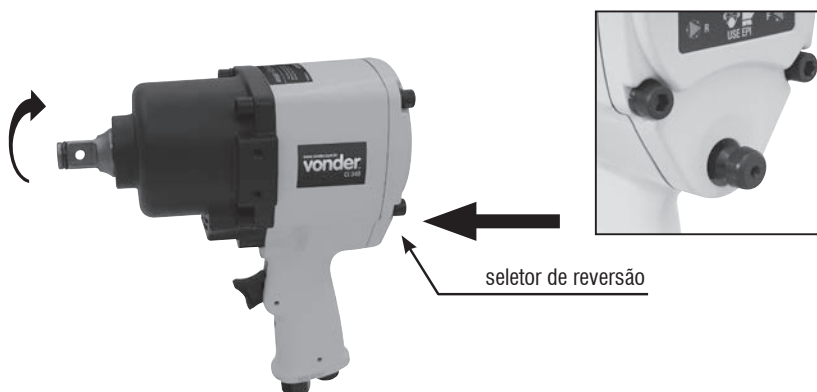

Fig. 5 – Alavanca de reversão
- Para rotação sentido horário (direita) empurre o seletor conforme indicado na Fig.5.